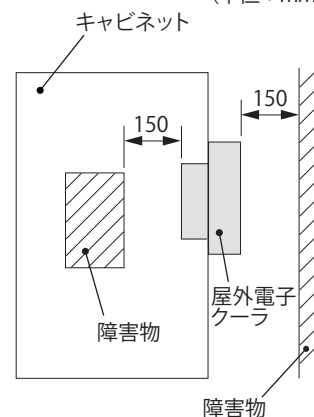

図 1 障害物からの距離
- ・吸気口および排気口の通風を妨げたり塞がないよう、また、排気が直接本製品吸気口に流入しないように取付位置に注意してください。能力低下と結露の原因になります。障害物からの距離を 150mm 以上離すことをおすすめします。(図 1)